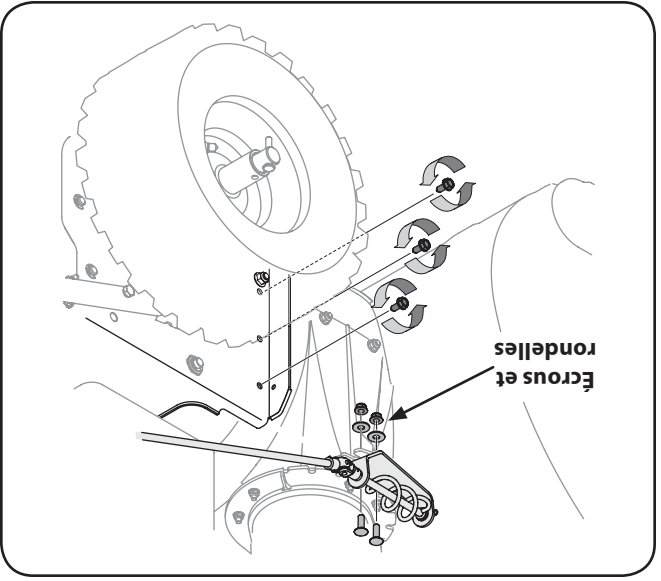

Figure 7-1
1. D^{eb}ranchez la maniv^{el}le de la goulotte en retirant les deux ^{ec}rous qui main^{te}nnent le support de la goulotte sur l'adaptateur de la goulotte. Voir la Figure 7-1.